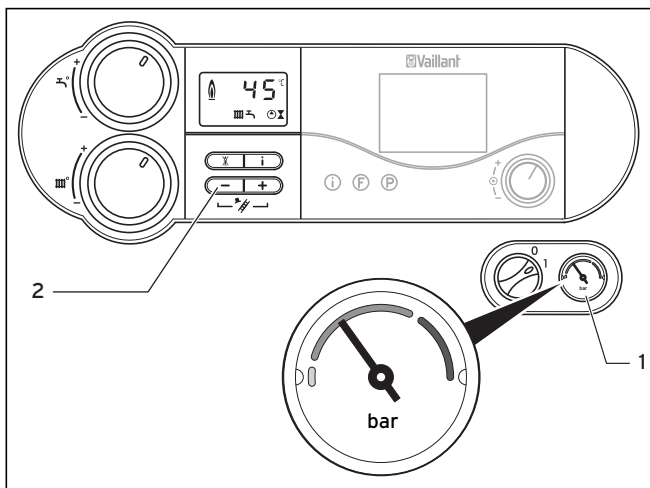

Fig. 4.13 Contrôle de la pression de remplissage de l'installation de chauffage
- Ouvrez lentement la vanne de prise d'eau et ajoutez de l'eau jusqu'à ce que la pression requise s'affiche sur le manomètre (1) (voir fig. 4.13).
- Assurez-vous que le manomètre (1) (voir fig. 4.13) affiche la pression de service requise et, le cas échéant, rajoutez de l'eau.
- Fermez le robinet de remplissage (1) puis retirez le flexible de remplissage.